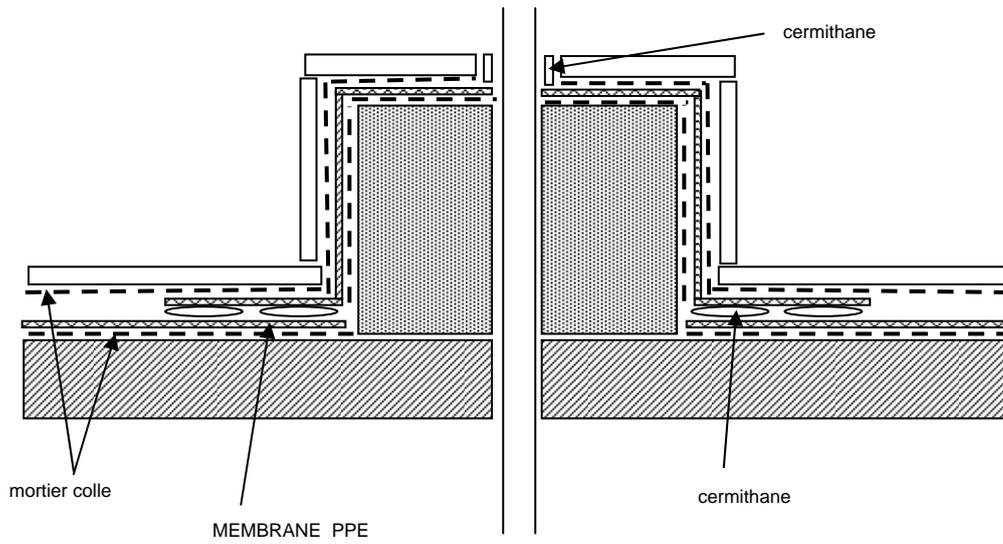

Figure 1 - Traitement de canalisation traversante (socle)
4.21 Canalisation traversante (figure 1)